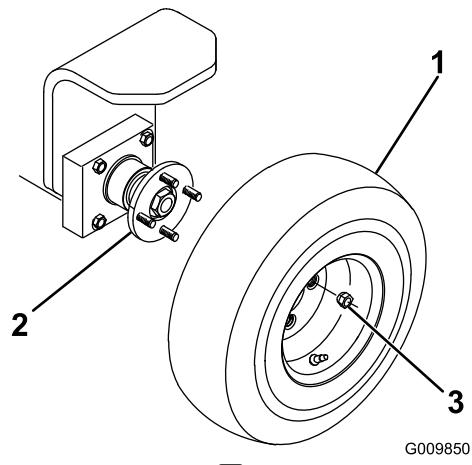

図 2
1. 後ホイール・ハブにホイール・アセンブリを取り付ける（図 2）。
2. ラグ・ナットを取り付けて（図 2）、61～88 N.m (6.2 ~ 9.0 kg.m) にトルク締めする。